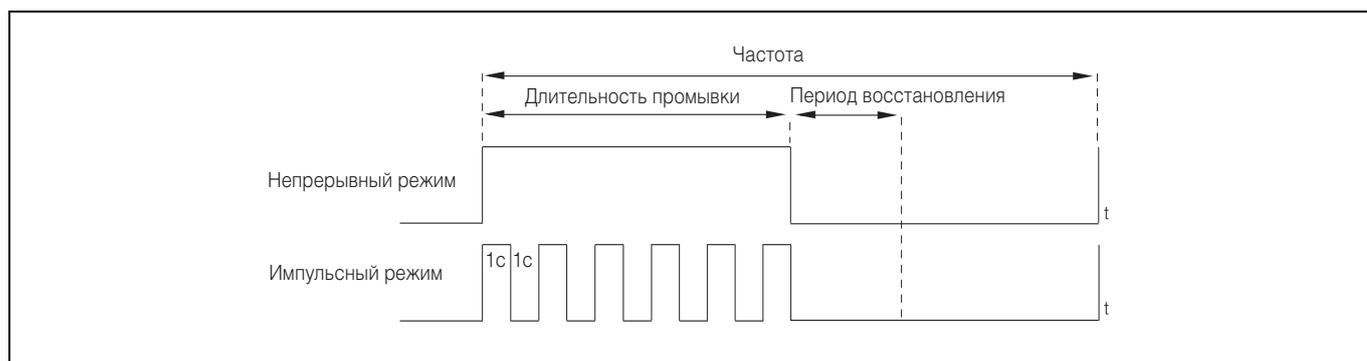

Рис. 5.1 Импульсный и непрерывный циклы промывки
- Pulsed – (импульсный) в течение цикла промывки реле включается и отключается каждую секунду – см. Рис. 5.1.